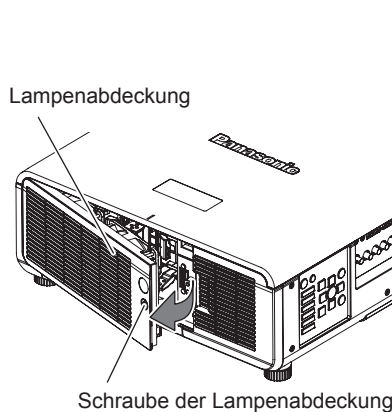

Abb. 1
- 2) Nehmen Sie die Lampenabdeckung ab. (Abb. 1)**